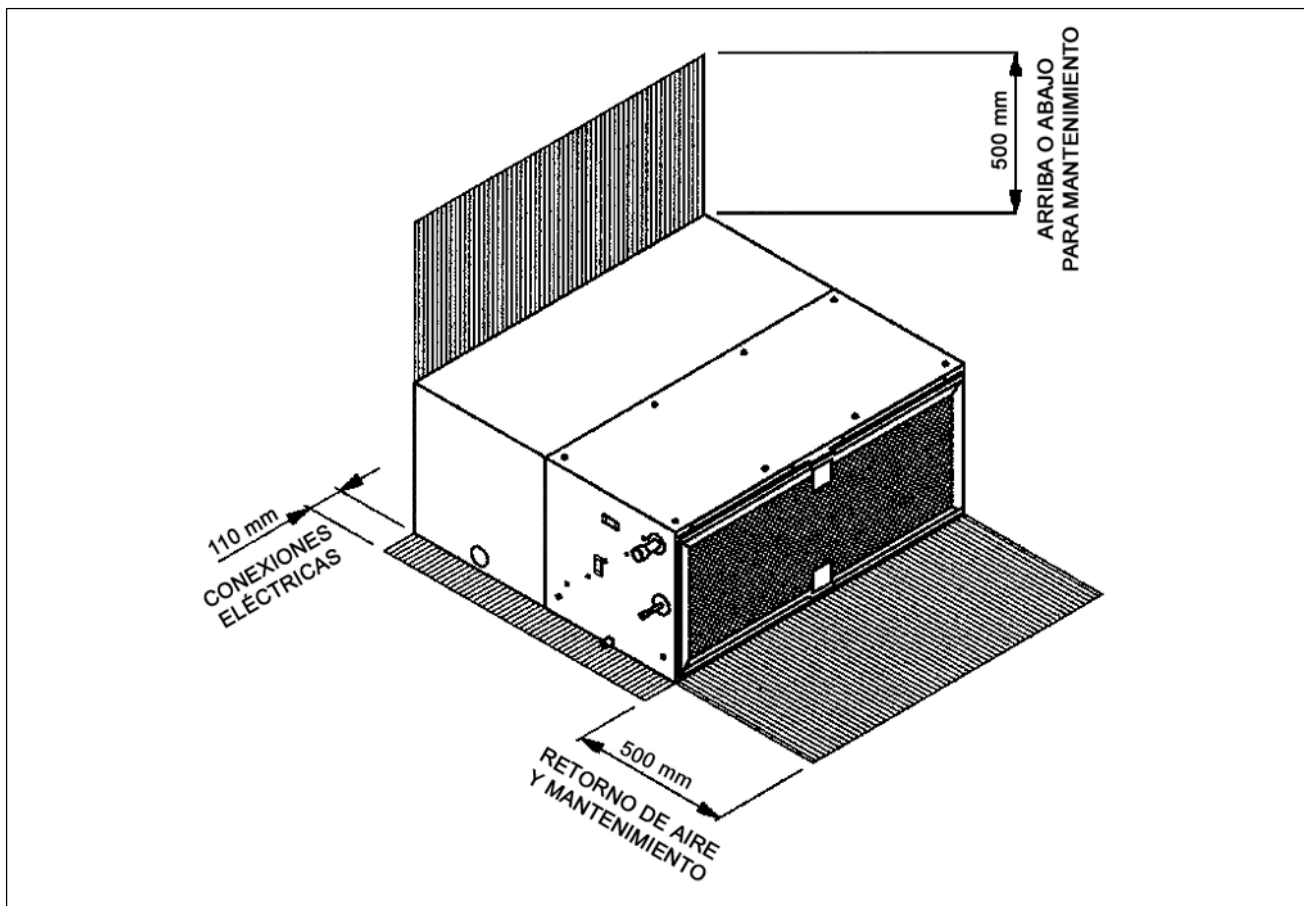

Figura 3- Espacios mínimos requeridos para instalación
- En caso de montaje de varios equipos en la misma área, respete las distancias mínimas y arreglos indicados en la Figura 3.